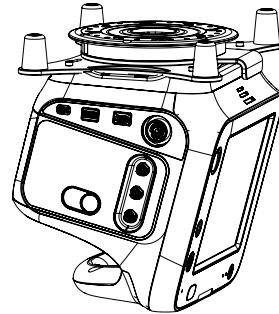

Figure 14: Installation de l'appareil médical sur le Bracket Pro Serie 27 – FL utilisé sans les sacs d'accessoires
5. Placer le support de fixation sur les goujons avec le disque inférieur standard pointant vers le haut et la poignée vers l'avant de l'appareil médical, puis serrer à l'aide d'une clé hexagonale 3 mm et d'une clé dynamométrique (Figure 13 et Figure 14).
- Pour l'installation de l'appareil médical sans sacs d'accessoires, serrer quatre (4) vis M4-0,7 mm × 25 mm enduits d'adhésif frein-filet de force moyenne (Figure 14).